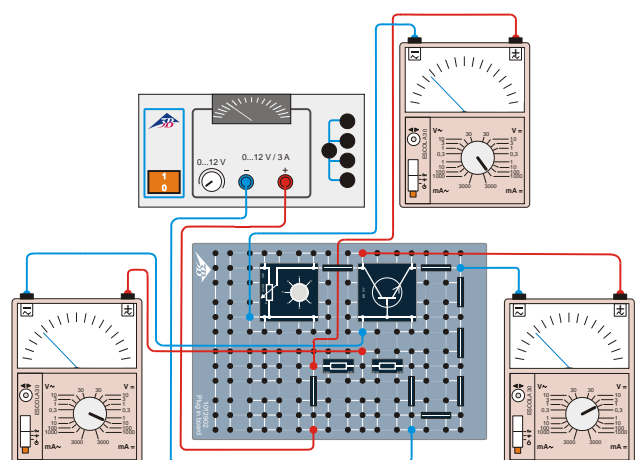

Fig. 5: Schéma de circuit pour enregistrer la caractéristique de sortie.
- Montez le circuit comme le montre la Fig. 5. Remplacez le potentiomètre 1 kΩ par la résistance 47 kΩ. De plus, enfichez le potentiomètre 220 Ω en amont du collecteur. Les trois multimètres analogiques connectés servent à contrôler l'intensité du courant de la base  $I_B$  ainsi qu'à mesurer la tension collecteur-émetteur  $U_{CE}$  et l'intensité du courant du collecteur  $I_C$ .